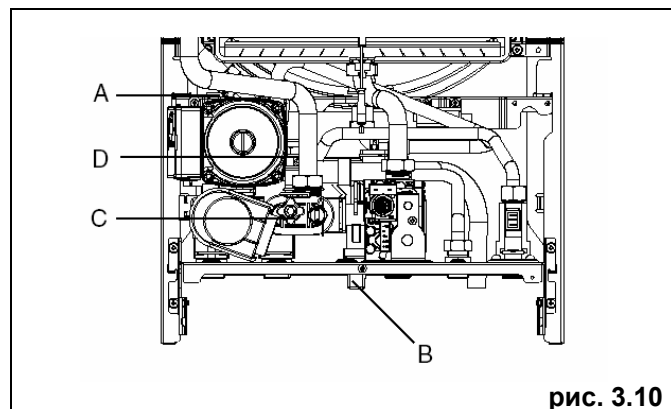

рис. 3.10
- открутите на два или три оборота крышку автовоздушника (A) (рис. 3.10)
- откройте кран для заполнения системы (B) и держите его открытым до тех пор, пока давление на манометре, не достигнет значения от 1 до 1,5 бар.
- ослабьте клапан слива воды из котла (C) (рис. 3.10)